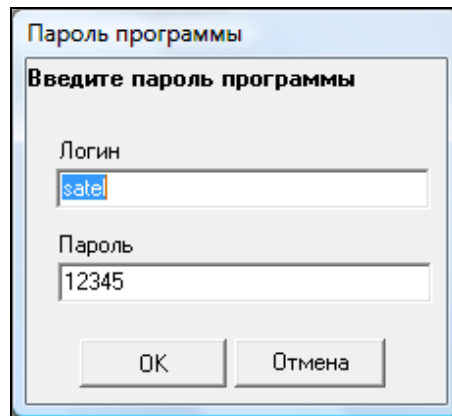

Рис. 19. Окно ввода пароля при первом запуске программы.
2. Запустите программу ACCO-SOFT-LT. Доступ к программе защищен паролем. При первом запуске программы доступ можно получить, используя заводской пароль, введенный по умолчанию. Заводской пароль можно тогда прочитать (см.: рис. 19). **Рекомендуется изменить пароль доступа к программе после первого запуска.** С этой целью, после открытия главного меню программы, в меню ФАЙЛ выберите ДОСТУП К ПРОГРАММЕ, и затем СМЕНА ПАРОЛЯ. Для того чтобы изменить логин или добавить других пользователей, которым будет разрешено использовать программу, в меню ФАЙЛ выберите ДОСТУП К ПРОГРАММЕ, и затем ПОЛЬЗОВАТЕЛИ ПРОГРАММЫ.